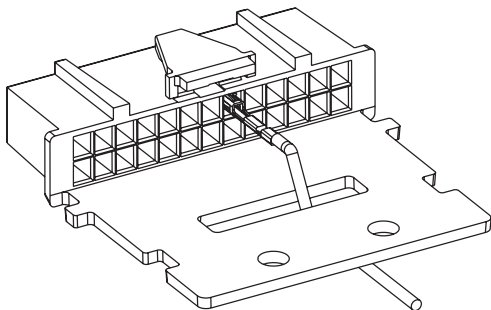

Figure 1a Réducteur de tension du fil
6. Guidez les fils dans le connecteur comme indiqué à la *Figure 1a* ou, pour les applications avec plusieurs accessoires connectés à la radio mobile, guidez les fils comme indiqué à la *Figure 1b* et utilisez un collier de serrage pour sécuriser les fils au connecteur après avoir achevé l'étape 7.